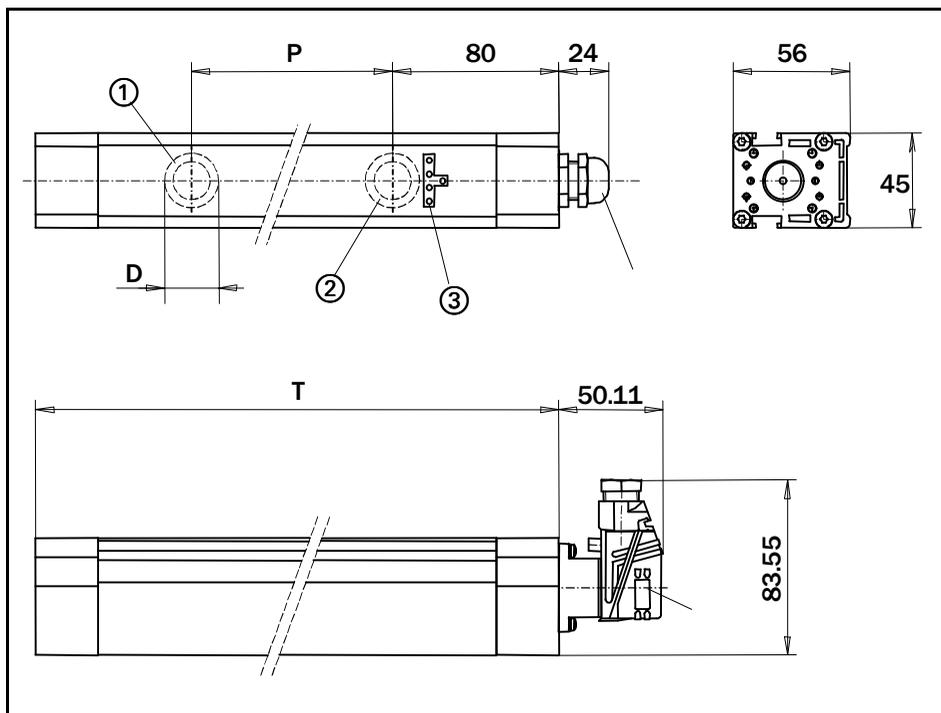

Fig. 3-1: Dimensioni delle colonne SBA con elementi misti (vedi Tab. 2-7, Tab. 2-8, Tab. 2-9 e Tab. 2-10)
- ¹⁾ P = passo delle ottiche T = altezza delle barriera (vedi Fig. 3-1)
- 1) **P** = passo delle ottiche **T** = altezza delle barriere (vedi Fig. 3-1)